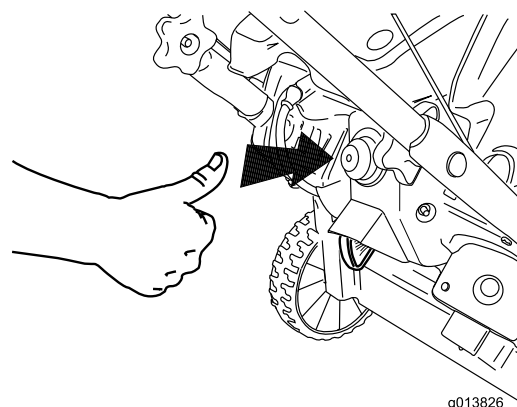

Figure 17
3. Appuyez fermement à 2 reprises sur l'amorceur avec le pouce, en marquant une pause d'une seconde chaque fois (Figure 17).